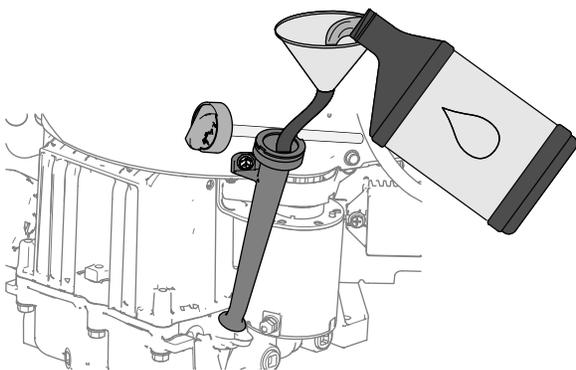

Figure 77
2. Versez lentement 1,6 L (56 oz liq.) de l'huile spécifiée dans le goulot de remplissage (Figure 77) du moteur; voir Spécifications de l'huile moteur (page 55).